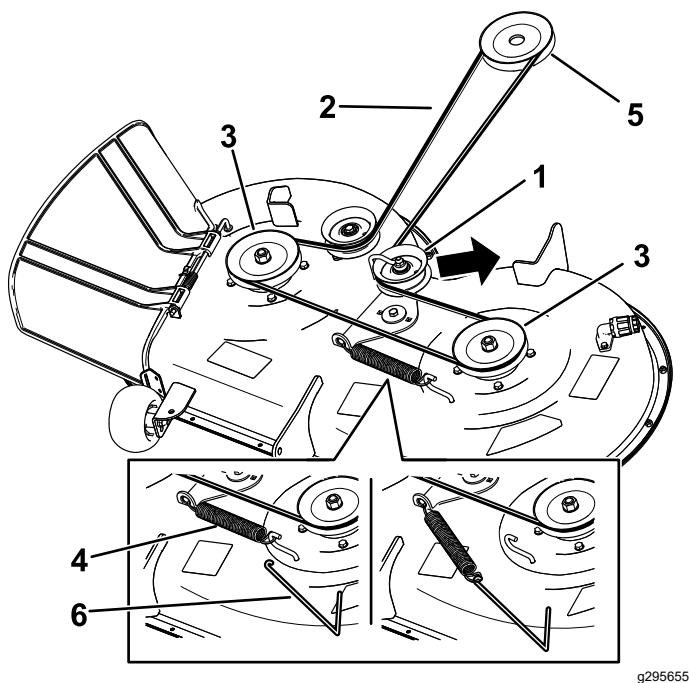

Figura 57
7. Utilizând un instrument de îndepărtare a arcuri (nr. piesă Toro 92-5771), îndepărtați arcul rolei de ghidare din cârligul punii pentru a detensiona fulia rolei de ghidare și îndepărtați cureaua de pe fulie (Figura 57).
8. Amplasai cureaua nouă în jurul fuliilor motorului i ale mainii de tuns iarba (Figura 57).
9. Utilizând un instrument de îndepărtare arcuri (nr. piesă Toro 92-5771), montai arcul rolei de ghidare pe cârligul punii i tensionai fulia rolei de ghidare i cureaua mainii de tuns iarba (Figura 57).